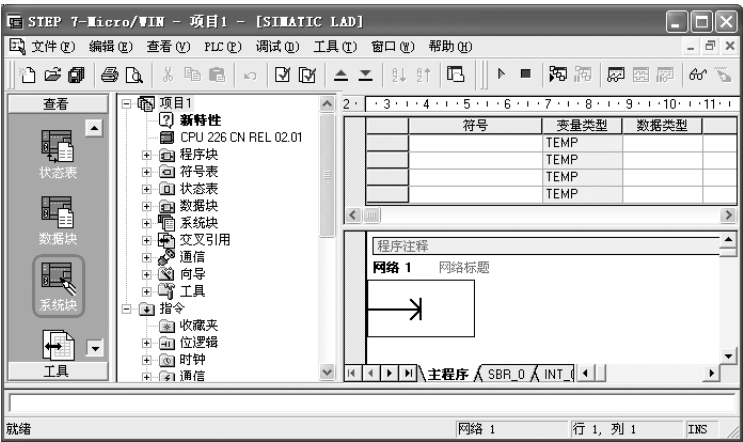

图 8-23 打开系统块
5) 打开系统块。完成以上步骤后，S7 - 300 的硬件组态完成，但还必须设置 S7 - 200 的通信参数。先打开 STEP 7 - Micro/WIN 软件，选定工具条中的“系统块”按钮，并双击之，如图 8-23 所示。